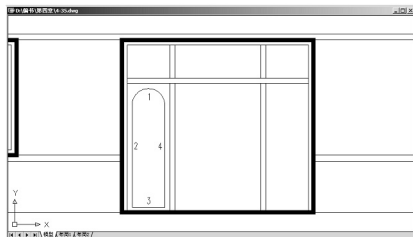

图 4.34 修剪多余的线
(4) 使用 **【修剪】** 命令把多余的线修剪掉, 结果如图 4.34 所示。
(5) 执行菜单栏中的 **【绘图】|【圆】|【相切、相切、半径】** 命令, 启动 **【相切、相切、半径】** 画圆的操作。
① 在 **circle** 指定圆的圆心或 **[三点 (3P)/ 两点 (2P)/ 相切、相切、半径 (T)]**: **_ttr** 指定对象与圆的第一个切点: 提示下, 将光标放到 2 线偏下部位, 当出现切点捕捉后单击。